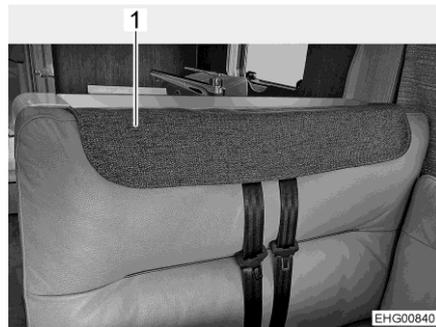

Fig. 61 Protection des ceintures de sécurité en place
Quand le véhicule est stationné, les appui-têtes peuvent être retirés du coussin de dossier de la banquette pour être assis plus confortablement. Les ouvertures pour les appui-têtes et la découpe pour les ceintures de sécurité peuvent alors être recouvertes par une protection (Fig. 61,1).
- Mettre la protection des ceintures de sécurité au-dessus de la découpe pour les ceintures de sécurité (Fig. 61).